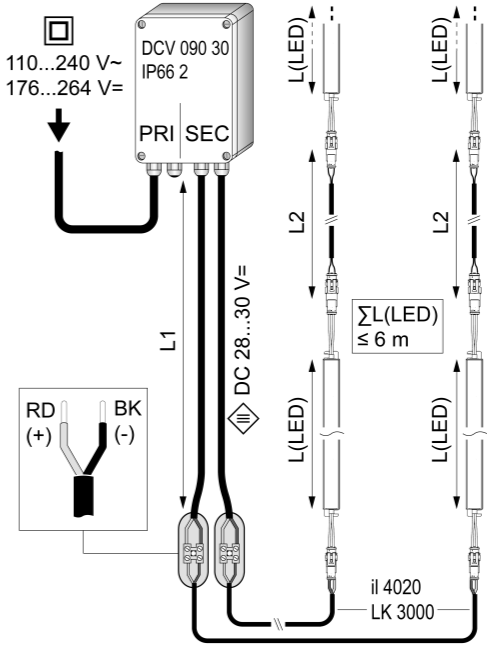

Bild 9: Schaltskizze
- LED-Lichteinsätze gemäß Schaltskizze anschließen (Bild 9).